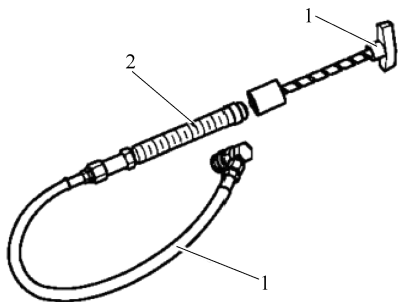

图 11-1-16 安装手动泵
1) 组装手动泵 1 与注射器 2，如图 11-1-16 所示。